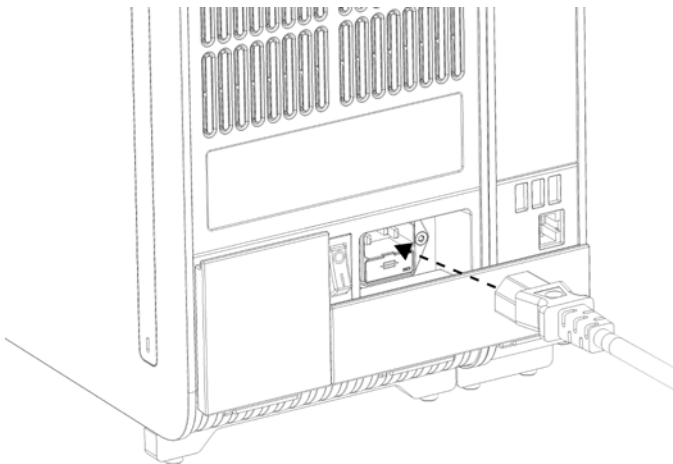

Figura 10. Conexión del cable de alimentación.
7. Conecte el cable de alimentación suministrado con el QIAstat-Dx Analyzer 1.0 a la parte posterior del módulo analítico (figura 10).